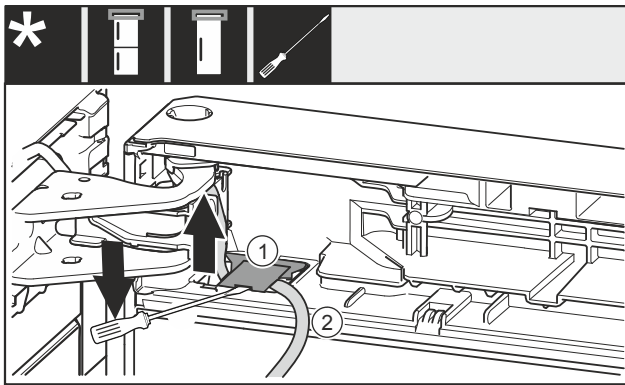

Fig. 26
► Cu șurubelnița dreaptă ridicați și extrageți capacul Fig. 26 (1).
► Extrageți cablul Fig. 26 (2).